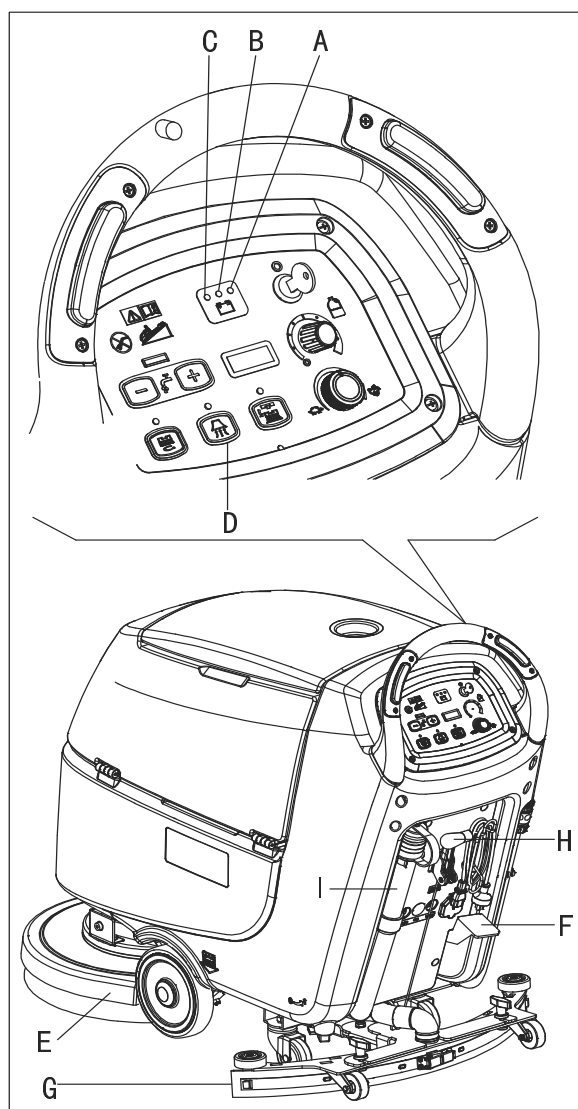
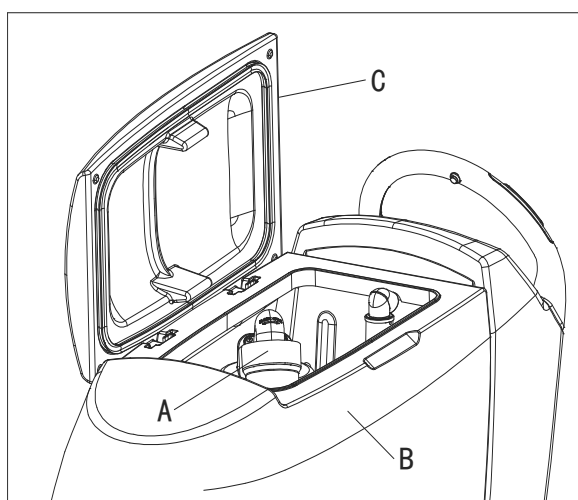

Рисунок 12
Рисунок 13
До тех пор пока горит зеленый предупреждающий световой сигнал (А, Рис. 12), батареи обеспечивают нормальную работу машины. Когда зеленый предупреждающий световой сигнал (А) выключается, и включается желтый предупреждающий световой сигнал (В), рекомендуется зарядить батареи, потому что оставшегося заряда хватит на несколько минут (в зависимости от характеристик батареи и осуществляемой работы). Когда загорается красный предупреждающий световой сигнал (С), батареи полностью разряжены. Через несколько секунд, щетка/штатив подкладки выключатся автоматически, в то время как вакуумная система и (только для машин с тяговым усилением) приводная система останутся включенными, для завершения сушки пола и перемещения машины в определенное место подзарядки.
Автоматическая плавающая система выключения (А, Рис. 13) блокирует вакуумную систему, когда бак утилизации (В) полон. Дезактивация вакуумной системы сигнализируется внезапным увеличением частоты шума двигателя вакуумной системы, а также пол не высыхает.
Если вакуумная система выключилась случайно (например, когда поплавок активируется из-за внезапного движения машины), для возобновления работы: выключите вакуумную систему, нажав на переключатель (D, Рис. 12), затем откройте крышку (С, Рис. 13) и проверьте и убедитесь, что поплавок внутри решетки (А) находится ниже уровня воды. Затем закройте крышку (с) и включите вакуумную систему, нажав на переключатель (D, Рис. 12).
Когда бак утилизации (В, Рис. 13) полон, слейте его в соответствии со следующей процедурой.
2. Поднимите настил щетки/штатива подкладки (Е, Рис.12), нажав на педаль (F).
3. Поднимите швабру (G) при помощи рычага (H).
5. Слейте бак утилизации при помощи шланга (I). Затем промойте бак (В, Рис. 13) чистой водой.